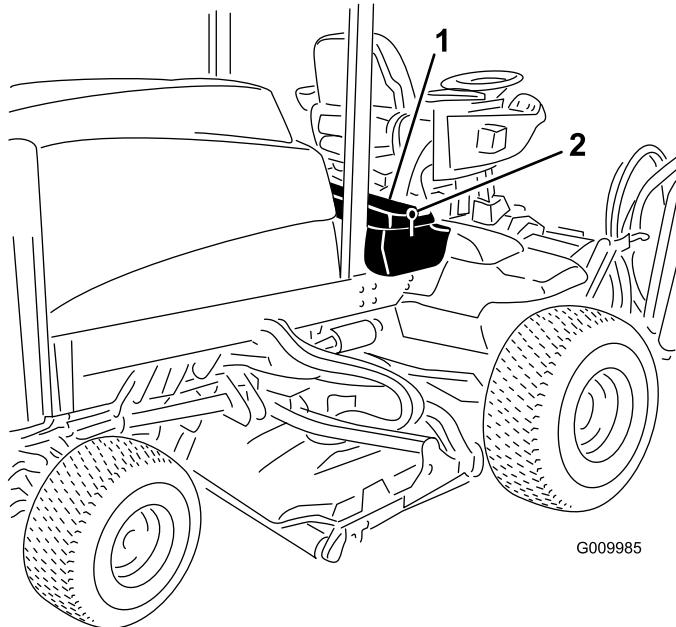
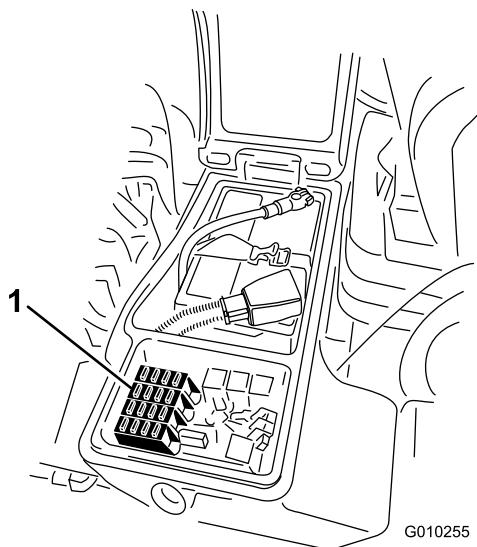

Bild 55
Bild 56
1. Lösen Sie den Riegel für die Abdeckung des rechten Ablagekastens und heben Sie die Abdeckung (Bild 55) hoch, um an den Sicherungsblock zu gelangen (Bild 56).
2. Wechseln Sie ggf. die offenen Sicherungen aus (Bild 56).
3. Schließen Sie die Abdeckung des rechten Ablagekastens und befestigen Sie die Abdeckung mit dem Riegel (Bild 55).